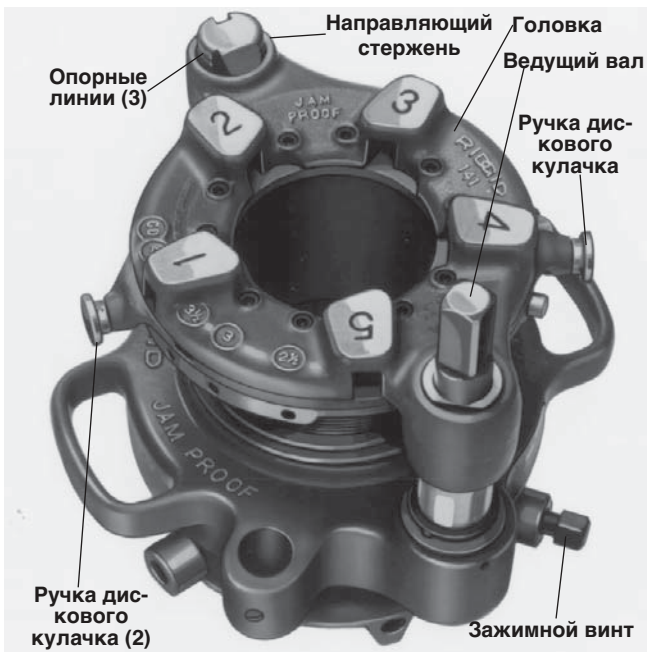

Рисунок 16 – Головка № 141 с зубчатой передачей с опорными линиями зубчатой втулки и направляющего стержня
Возьмитесь за патрон и поверните квадратный конец приводного вала или коробку передач вручную до соответствующих опорных линий на направляющем стержне (рисунок 16).
- 141 и 161 – Торцовым ключом ослабьте зажимной винт (рисунок 16), поверните патрон в открытое положение и извлеките трубу.